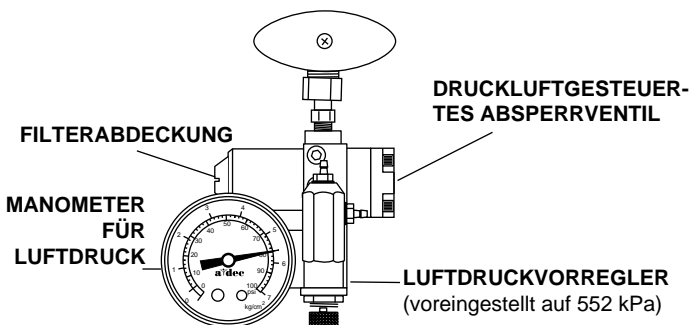

Bild 19. Manuelles Luftabsperrentil
1. Achten Sie darauf, daß das manuelle Absperrventil vollständig geöffnet ist (gegen den Uhrzeigersinn drehen). Schalten Sie den Hauptschalter ein, und lesen Sie das Manometer im Versorgungsmodul ab (siehe Bild 19). Der Luftdruck sollte 483-552 kPa betragen.